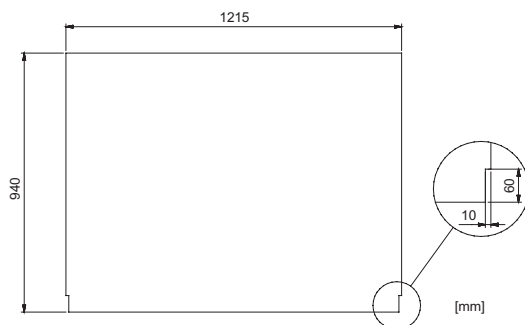
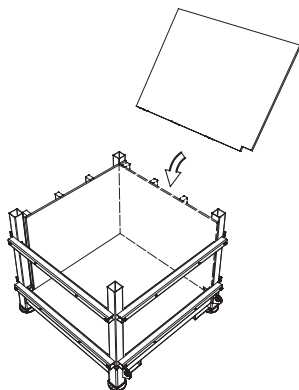

Figura 23. Dimensione della tavola laterale di ghiaia. Notare che la tavola ha intaccature in entrambi gli angoli inferiori.
Figura 24. Posizionamento delle unità tavole laterali.
- 5.2. Tagliare quattro pezzi di compensato per cassaforma da 18 mm, conformi alla norma EN 636-3, nel formato mostrato in Figura 23. Posizionare le tavole una dopo l'altra nella base, con le intaccature rivolte verso il basso, rivolte contro i supporti per cassaforme, vedere Figura 24. Le tavole vanno posizionate sul telaio inferiore stesso e non sulla tavola inferiore. Fissare le tavole ai supporti per cassaforma con viti da legno. Quando tutte le tavole sono in posizione e creano una scatola, procedere al passaggio 6 per il montaggio del telaio superiore.